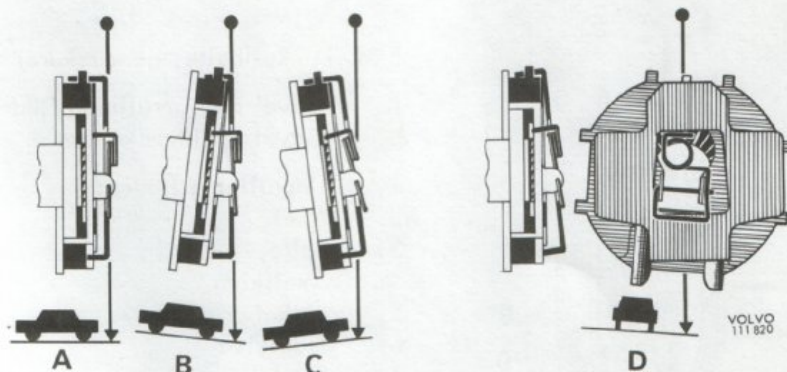

Bild 3. Pendellåssystemet
Det finns ytterligare ett låssystem, vilket är det ur säkerhetssynpunkt viktigaste. Detta låssystem låser bältet om bilen hastigt accelereras framåt, bakåt eller i sidled, t.ex. vid en påkörning. Låssystemet består av en pendel (7 bild 1) och en låshake (9), vilken har till uppgift att spärra trögskivan. Detta inträffar så snart pendeln tvingas ur sitt balanserade läge, vilket visas i bild 3. När axelskivan börjar rotera kan den spärrade trögskivan inte följa med, vilket medför att låskolven omedelbart pressas ut och låser rullen.
Pendellåssystemet påverkas även när bilen står stilla, om dess lutning åt något håll överstiger 10-15° (bild 3). Detta kan om inte kund och verkstad är uppmärksamma föranleda onödiga byten av rullbälten.